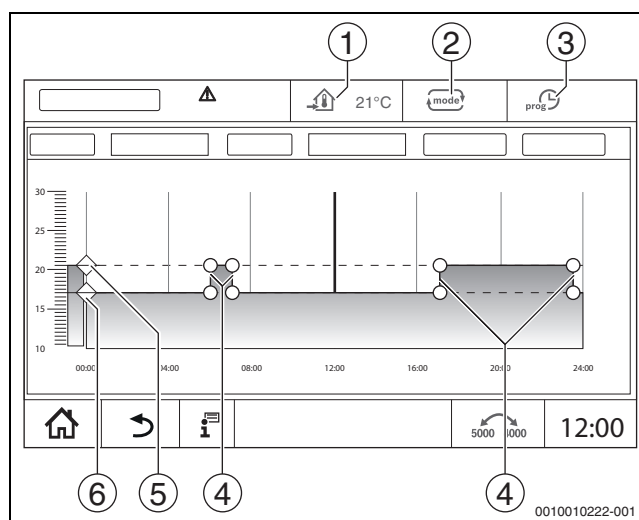

Fig. 18 Modificare Funzionamento in attenuazione automatico nel programma orario
Per i tipi di funzionamento (→ fig. 18, [2], pag. 16) e per le funzioni estese possono essere impostate temperature proprie e criteri di conversione propri. Le impostazioni possono essere effettuate separatamente per ogni singolo circuito di riscaldamento e per ogni tipo di funzionamento.
Il **Funzionamento in attenuazione automatica** viene predefinito nel menu di servizio attraverso i parametri. I parametri si possono modificare nel programma orario (→ fig. 18, [4], [6]).
- Modificare le temperature spostando i punti (→ fig. 18, [5], [6]).